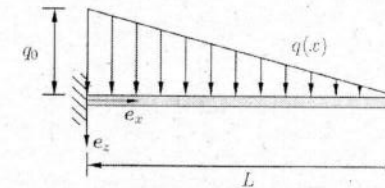

Abbildung 1.4: Durch dreiecksförmige Streckenlast belasteter, linksseitig eingespannter Balken.
1.4) Berechnen Sie für das in Abb. 1.4 dargestellte mechanische System den Querkraftverlauf $Q_z(x)$ und den Schnittmomentenverlauf $M_y(x)$ durch Auswertung der Gleichgewichtsbedingungen. **Verwenden Sie bei Ihrer Lösung keine Schnittgrößendifferentialgleichung und keine Integrale.** Berechnen Sie **keine Lagerreaktionen**. Zeichnen Sie alle benötigten Freikörperbilder.